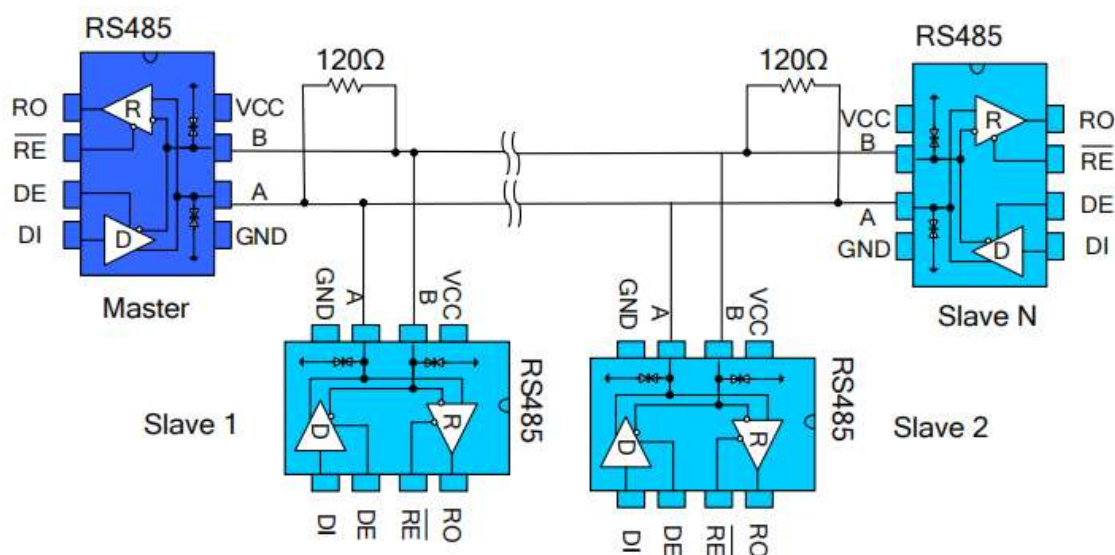

图 9 总线式 RS485 半双工通讯网络
4.1 总线式组网：SN65HVD12DR(ES) RS485 收发器设计用于多点总线传输线上的双向数据通信。图 9 显示了典型网络应用电路。这些器件也能用作电缆长于 4000 英尺的线性转发器，为减小反射，应当在传输线两端以其特性阻抗进行终端匹配，主干线以外的分支连线长度应尽可能短。